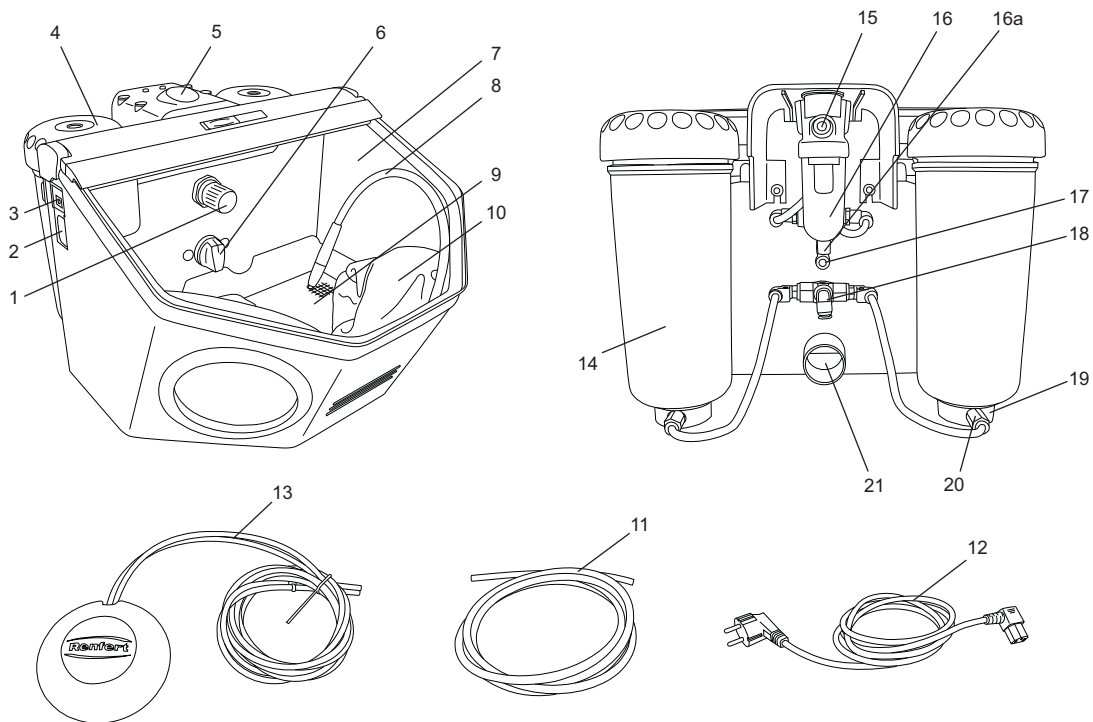

Abb. 1
- Beleuchtung einschalten (3).
- Am Wahlschalter (6, Abb.1) den Strahl tank wählen.
- Fußschalter (13, Abb.1) betätigen.